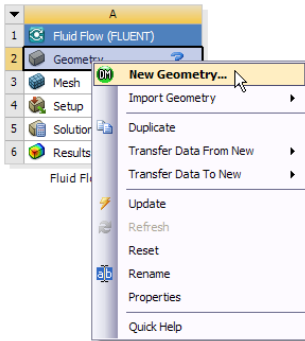

Рис. 4 - Создание новой геометрической модели
**Шаг 1.** Запуск системы трёхмерного моделирования *Design Modeler*. Чтобы запустить приложение, достаточно дважды щелкнуть левой кнопкой мыши на интересующем пункте. Также можно щелкнуть правой кнопкой мыши, например, на пункте *Geometry* (геометрическая модель) и в появившемся контекстном меню (рис. 4) выбрать пункт *New Geometry* (новая геометрия) или *Edit* (изменить).